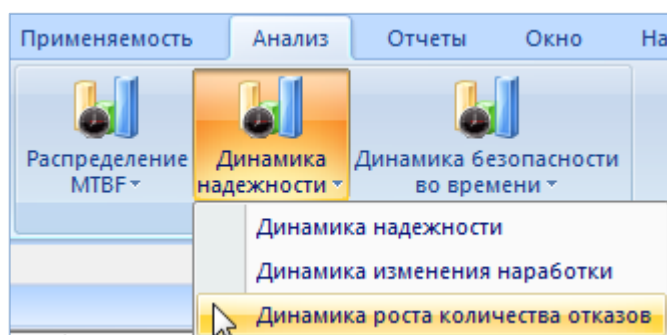

Рис. 13-318 – Выбор диаграммы по надежности
- 3) Нажать кнопку «Динамика надежности» панели «Диаграммы» на вкладке «Анализ» и выбрать пункт «Динамика роста количества отказов» (рис. 13-318).